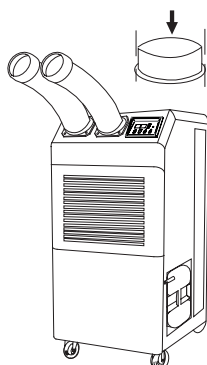

Figura 4
3. Utilice tornillos (que están en el interior de la caja con la brida de escape superior del ventilador) para instalar la brida de escape superior del ventilador en el acondicionador de aire como se muestra en la Figura 4.